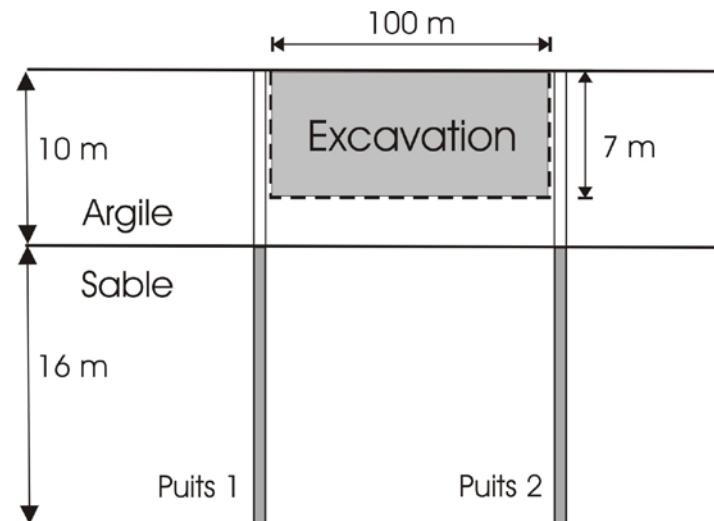

Figure 6. Coupe verticale d'un aquifère de sable recouvert d'un dépôt d'argile.
- 6) (20 points) La Figure 6 montre une coupe verticale d'un terrain composé en surface de 10 m d'un dépôt d'argile très peu perméable reposant sur un aquifère de sable de 16 m d'épaisseur dont la conductivité hydraulique est 10 m/jour. L'argile forme une couche confinante et l'aquifère de sable est donc une nappe captive sur ce terrain. On planifie la construction d'un garage souterrain qui va exiger l'excavation du dépôt d'argile silteuse sur une longueur de 100 m et jusqu'à une profondeur de 7 m, comme montré à la Figure 6. Les ingénieurs ont cependant indiqué qu'il y a des risques d'instabilité du fond de l'excavation à cause des pressions d'eau trop élevées dans l'aquifère sous-jacent. En effet, avant l'excavation, on observe que le niveau piézométrique dans l'aquifère se situe à 2 m sous la surface du sol. Pour assurer la stabilité du fond de l'excavation, on doit pomper pour abaisser d'au moins 3 m le niveau piézométrique dans l'aquifère partout sous l'excavation.
- Pour abaisser le niveau piézométrique dans l'aquifère, on veut utiliser le puits 1 montré sur la Figure 6. Le puits est situé sur l'une des extrémités de l'excavation, il a un rayon de 15 cm et il est crépiné sur l'épaisseur de l'aquifère. Quel débit faudra-t-il pomper dans ce puits pour abaisser le niveau piézométrique de 3 m partout sous l'excavation? (Supposez que le rayon d'influence du puits est 300 m et que l'écoulement est radial). Exprimez le débit en m^3/min .